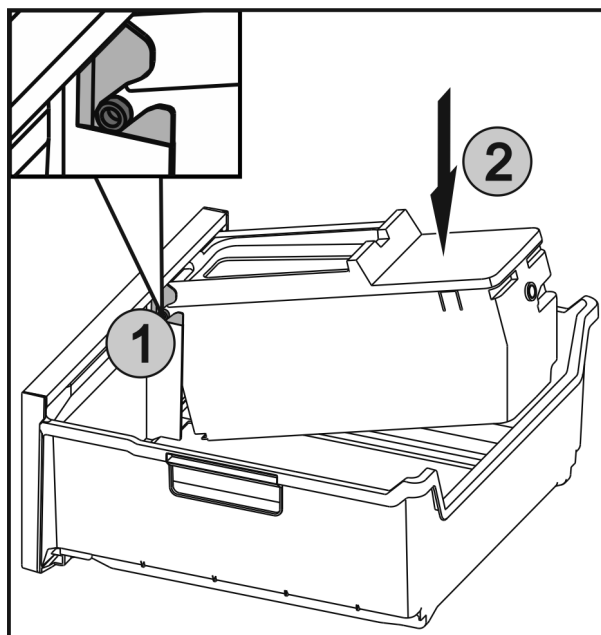

Fig. 83
- ▶ Skub akslerne Fig. 83 (1) på EasyTwist-Ice ind i føringerne, og tryk på bagsiden Fig. 83 (2), indtil lasken går i hak.